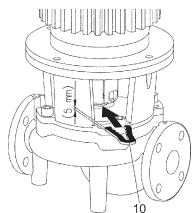

Fig. 13: Zakładanie widełek montażowych
10. Wsunąć widełki montażowe (Fig. 13, poz. 10) pomiędzy latarnią i sprzęgło. Nie może być luzu między widełkami montażowymi a elementami pompy.
13. Wsunąć widełki montażowe (Fig. 13, poz. 10) pomiędzy latarnię i sprzęgło. Nie może być luzu między widełkami montażowymi a elementami pompy.